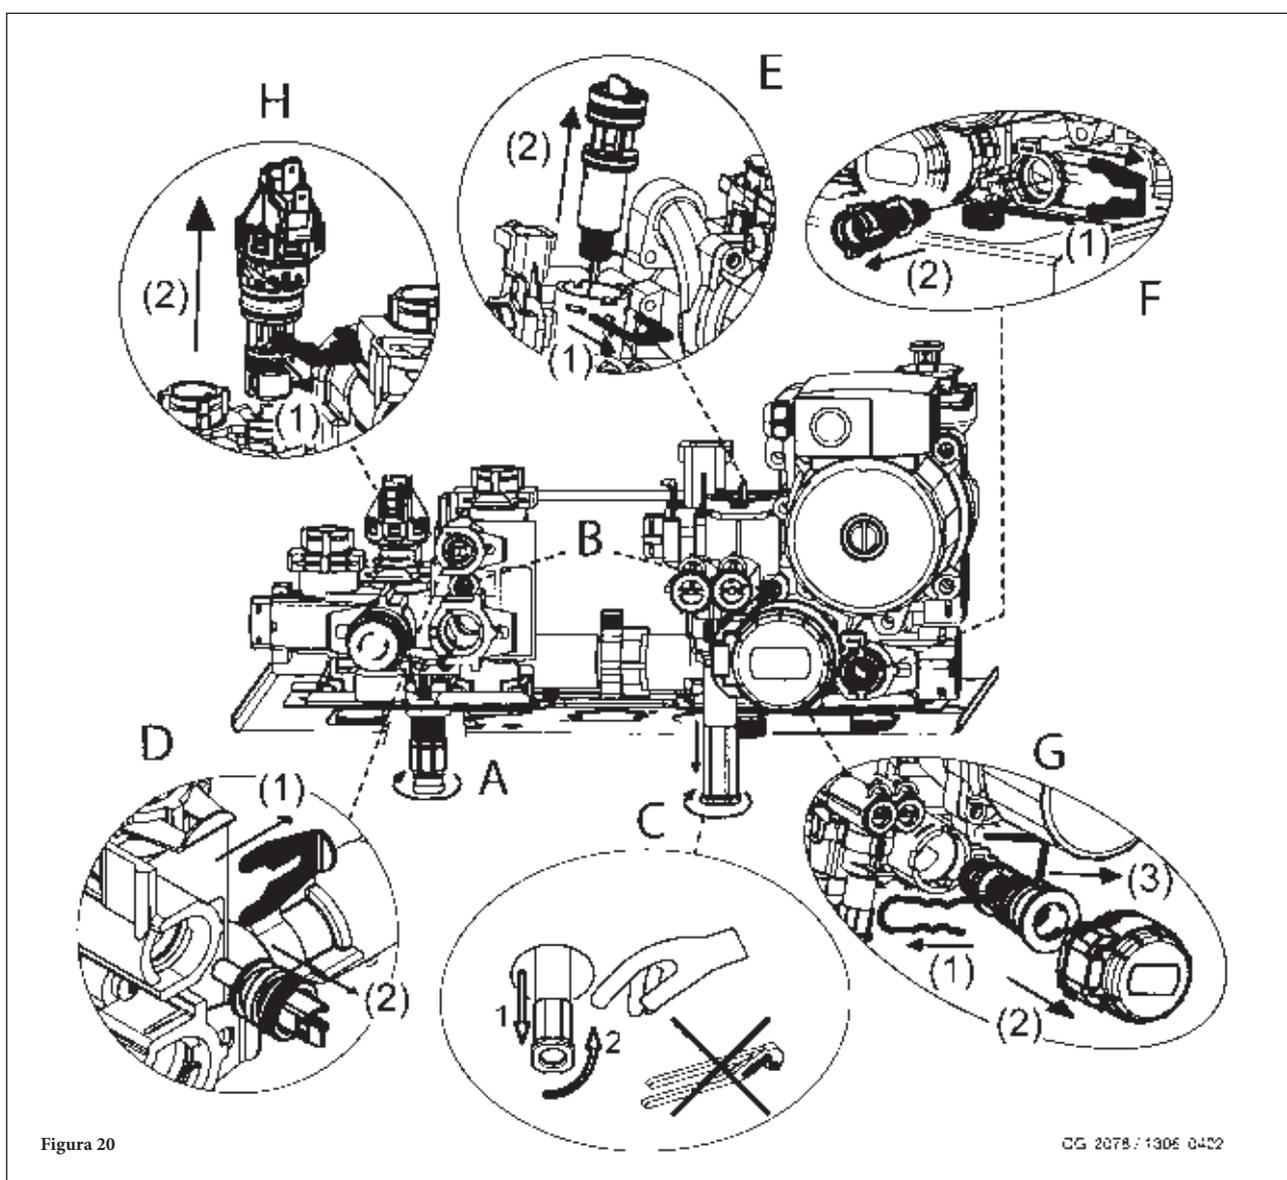

Figura 20
- evacuați apa din circuitul de încălzire deschizând robinetul A din figura 20;
- pentru a extrage cartușul cu filtrul circuitului de încălzire, mai întâi îndepărtați motorul valvei cu 3 căi (1-2G- figura 20);
- îndepărtați clipul 1E din figura 20;
- scoateți filtrele (2E, figura 20).